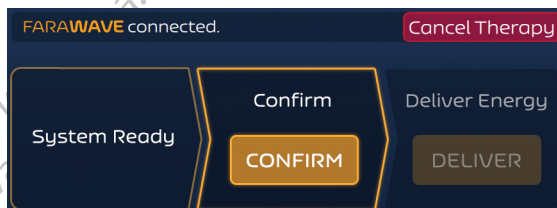

Bild 9. Behandlingsskärmen - Asynkront läge - Bekräftelseläge
4. När initialiseringen har slutförts så kommer knappen CONFIRM (BEKRÄFTA) att markeras enligt bild 9.
FARASTAR PFA-generatoren kommer sedan att återgå till läget CONFIRM (BEKRÄFTA) enligt bild 9.